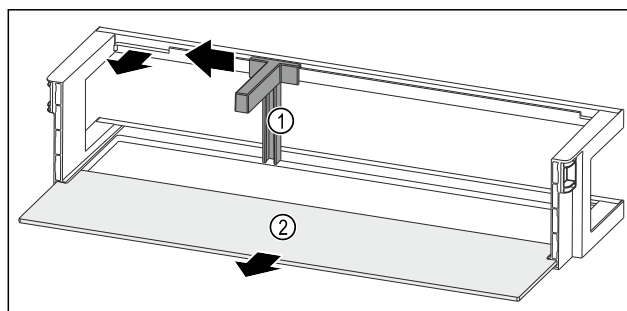

Fig. 213 Balconcino controporta con fermabottiglie e ripiano
- Spingere il fermabottiglie Fig. 213 (1) lateralmente fino all'incavo.
- Rimuovere il fermabottiglie Fig. 213 (1).
- Rimuovere il ripiano Fig. 213 (2).